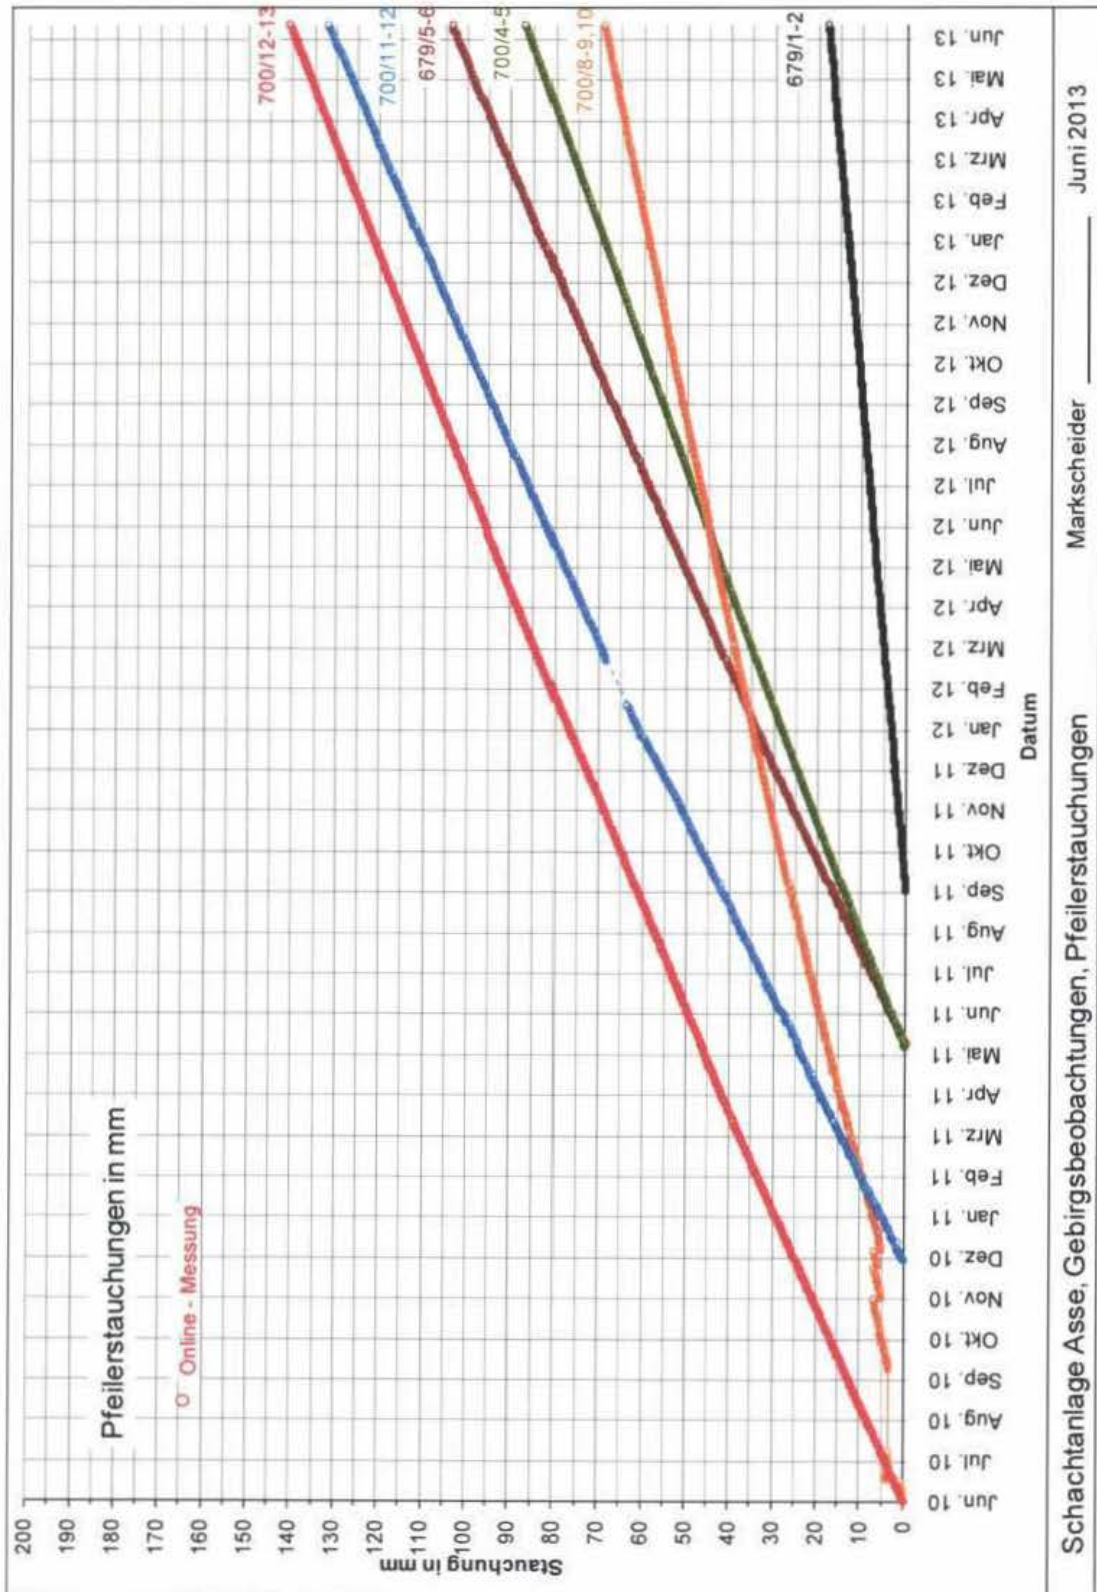

Abbildung 5d: Elektronische Messwerte der Extensometer auf der 679- und 700-m-Sohle
- Abbildung 5d: Elektronische Messwerte der Extensometer auf der 679- und 700-m-Sohle